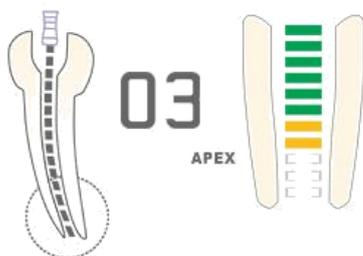

Рисунок 21
- в) включите устройство и нажмите на кнопку En-Ар. Затем перейдите в режим измерения вершины апикального отверстия. Если на ЖК дисплее отображается "02", "03", или "04" - это означает, что устройство исправно (см. Рисунок 21)